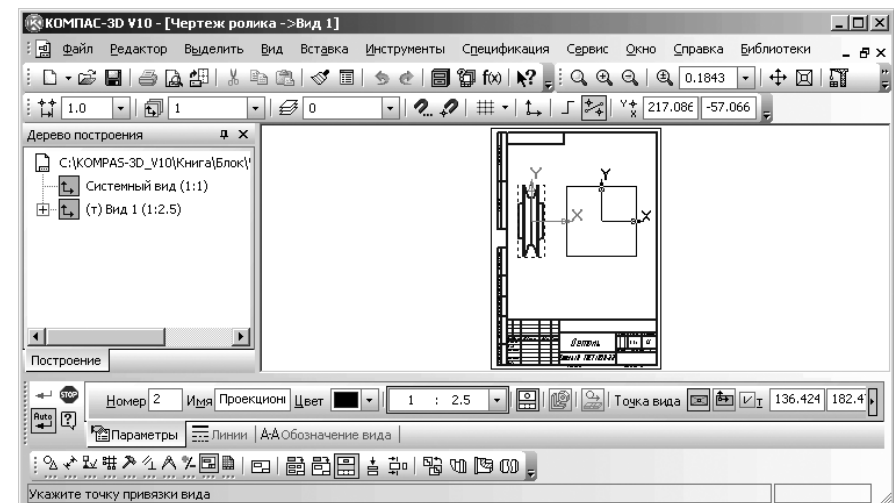

Рис. 3.126. Возможное положение фантома проекционного вида – вида слева
- переместите указатель мыши вправо для построения проекционного вида – вид слева в нужное место. Это возможное состояние показано на рис. 3.126;